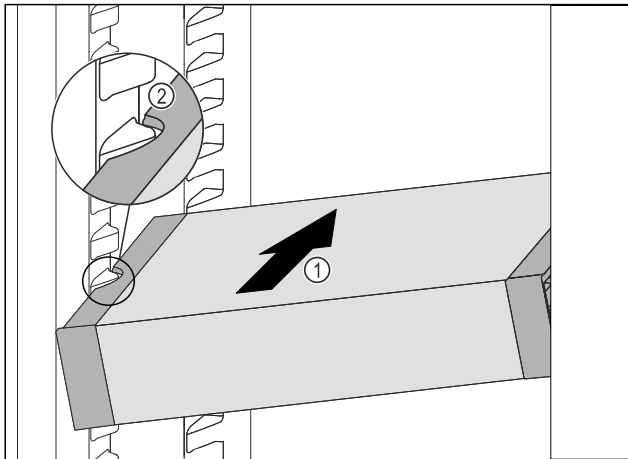

Fig. 114
- ▶ Introduzca el VarioSafe en posición oblicua en el compartimiento del frigorífico Fig. 114 (1) hasta que los huecos laterales Fig. 114 (2) del VarioSafe se encuentren a la altura de la nervadura del recipiente en el compartimento frigorífico.